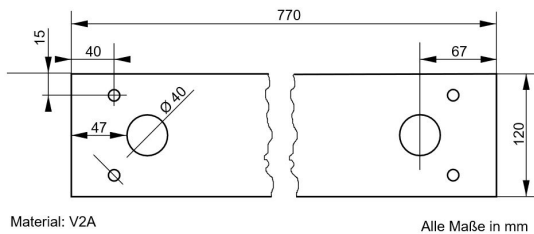

Abbildung 4: Fundamentplatte - Draufsicht
Im einfachsten Fall verwenden Sie unser Fertigfundament. Die Montage der Ladesäule wird dadurch erheblich vereinfacht. In diesem Fertigfundament sind bereits zwei Leerrohre und die Fundamentplatte mit vier Gewindestangen vergossen. Die Form des Fertigfundaments kann von der Form in den Abbildungen 1 und 2 abweichen. Maßgeblich sind die Form und die Abmessungen der Fundamentplatte, die Sie in Abbildung 4 erkennen können.
2. Positionieren und fixieren Sie die Leerrohre an der korrekten Stelle. Die Abstände der Leerrohre entnehmen Sie der Abbildung 4: Fundamentplatte - Draufsicht.